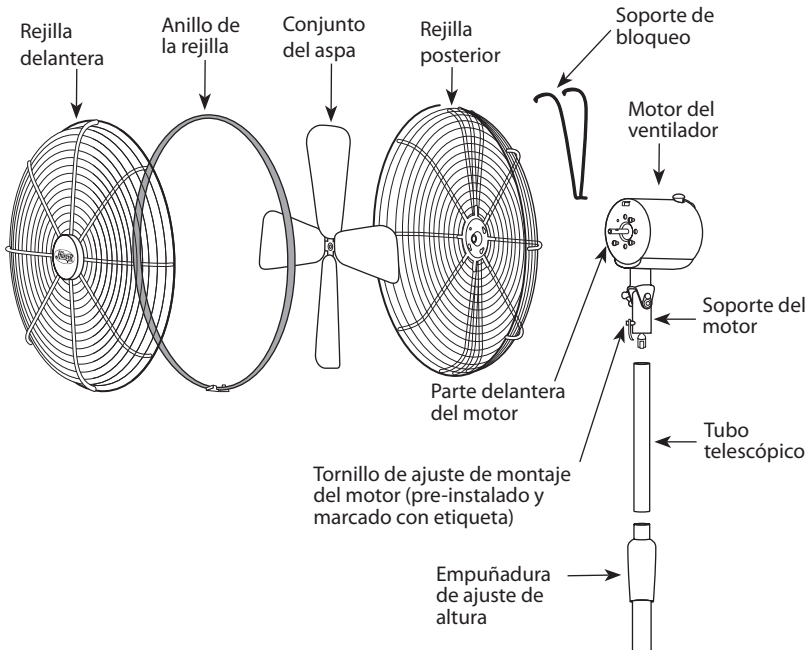

FIGURA 3
11. Afloje la empuñadura de ajuste de la altura en el tubo telescópico girándola en sentido antihorario. Vea la Figura 3. Levante el tubo telescópico aproximadamente 10 pulgadas (25cm). Gire la empuñadura de ajuste de altura en sentido horario para fijar la altura del tubo telescópico.
12. Retire el tornillo de ajuste del soporte del motor (pre-instalado y etiquetado) y guárdelo para su reinstalación posterior. Vea la Figura 3.
14. Inserte la parte roscada del tubo telescópico en el soporte del motor. Vea la Figura 3. Gire el motor o el tubo telescópico para apretar la unión, y reinstale el tornillo de ajuste del soporte del motor para sujetar el motor al tubo telescópico.